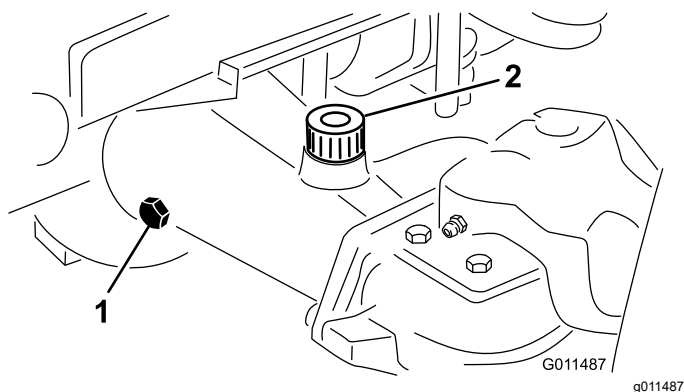

Bild 72
- Entfernen Sie eine Prüfschraube aus einem Ende der Achse und stellen sicher, dass das Öl die Unterseite des Lochs erreicht (Bild 72).